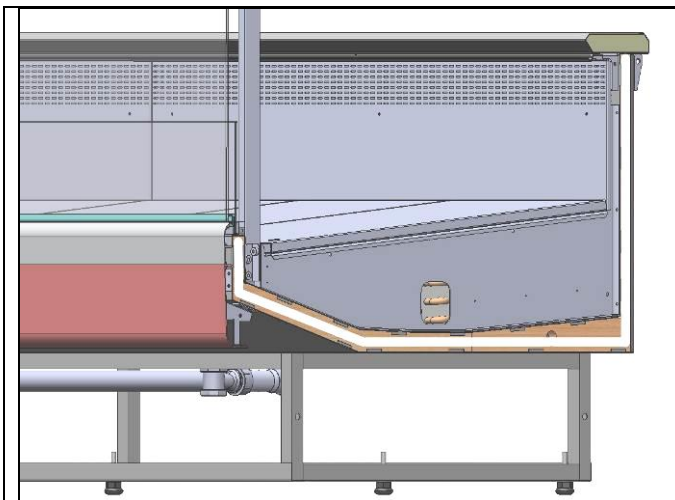

рис. 1
1. Обклеить торцы стыкуемых витрин лентой поролоновой 30x6, входящей в комплектацию витрин (рис.1).